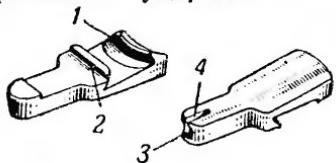

Рис. 24. Выбрасыватель:
**25. Выбрасыватель с упором и пружиной** (рис. 24) служит для извлечения гильзы из патронника и удержания ее в чашечке остова затвора.